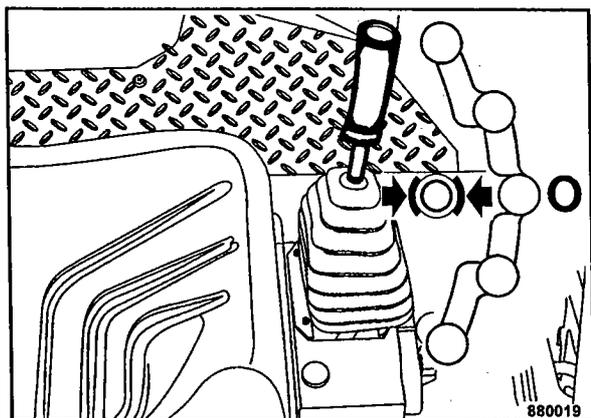

Fig. 35
- Colocar la palanca de marcha (Fig. 35) en posición "0". El freno de estacionamiento está activado.